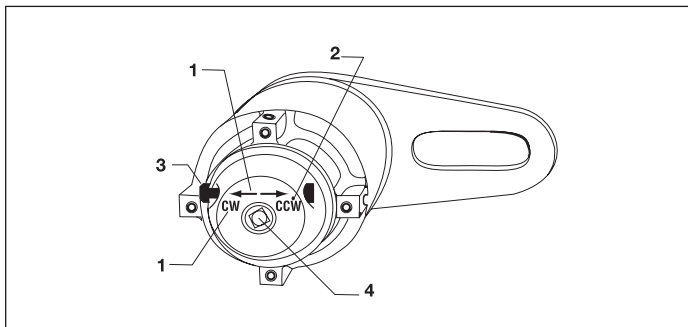

图 3 - 输入端示意图 (显示顺时针旋转的设置)
选择器棘爪（图 3，第 3 项）必须设置在中间位置，中间位置固定螺钉（图 3，第 3 项）必须拧紧，锁定选择器棘爪，以便操作电动设备。对于手动施加的输入而言，它可以控制扭矩倍增器的旋转方向。（E290+、E291、E391 型号不提供）不要使用冲击式套筒扳手进行动力驱动，否则会损坏倍增器传动系统。
- 按照输入端盒子上（图 3，第 1 项）的字母和方向箭头指示的方向推动选择器棘爪（图 3，第 3 项），设置所需旋转方向。示例：“CCW”代表逆时针旋转，将棘爪推到“CCW”箭头所示方向的行程末端。对于顺时针旋转，按对应的“CW”方向推动棘爪。（E290+、E291、E391 型号不提供）。
无齿隙型号：使用转矩扳手施加足够大的输入扭矩，松开内部无齿隙设备；保持扭矩输入，将选择器棘爪（图 3，第 3 项）推到相反位置（示例：原先在“CW”位置的棘爪需要重置到“CCW”位置）。缓慢释放输入扭矩。（E290+、E291 或 E391 型号不可用）。
使用适当型号的、认可的非冲击式动力驱动头：（仅限 E391、E392、E393、E492、E493、E494 或 E495）。让选择器棘爪在“CW”和“CCW”位置之间居中，然后拧紧固定螺钉（图 3，第 2 项），就可以将选择器棘爪锁定在中间位置。